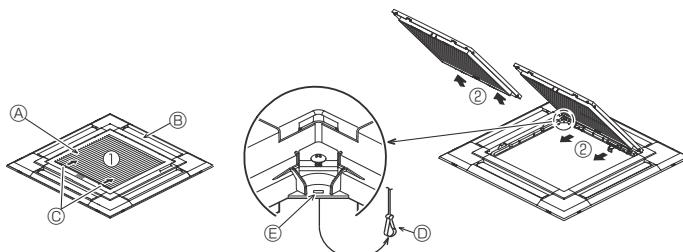
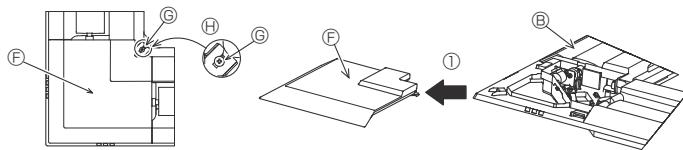

Fig. 9-3
Fig. 9-4
9.2.1. Retrait de la grille d'admission (Fig. 9-3)
- Pour ouvrir la grille d'admission, faire glisser les leviers dans le sens indiqué par la flèche ①.
- Lorsque la grille se trouve en position "ouverte", retirer la charnière de la grille d'admission comme indiqué par la flèche ②.
9.2.2. Retrait du panneau en coin (Fig. 9-4)
- Dévissez les 4 vis de coin. Pour retirer le panneau, faites-le glisser dans le sens indiqué par la flèche ①.
- [Fig.9-3] [Fig.9-4]